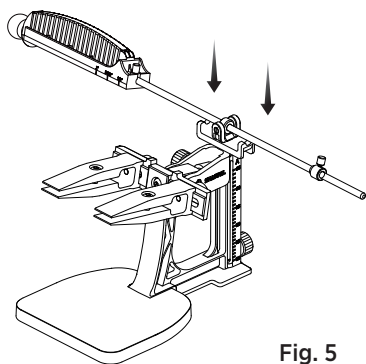

Fig. 5
5. Reposez la tige de guidage d'affûtage dans la fente de stationnement sur la barre de support (Voir Fig. 5).